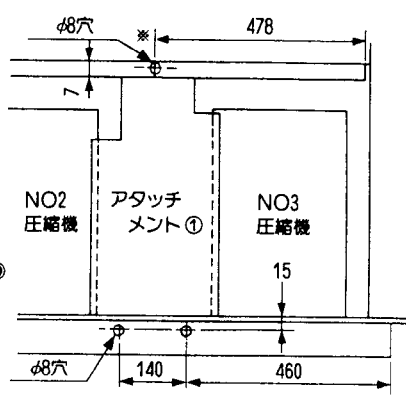

図4
- (1)本体前パネル下(取付ネジ3本)を取外してください。
- (2)2-1項によりアタッチメント①に進相コンデンサを取付けた後図4に示す位置にネジ止め(取付ネジ③3本)してください。